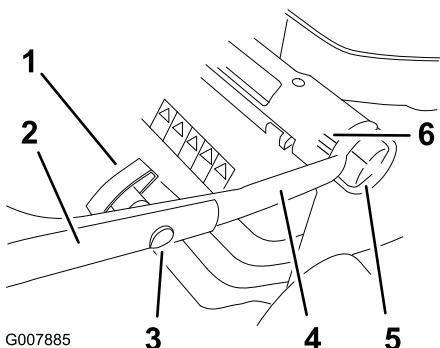

Figura 3
1. Afloje los pomos de ajuste de altura del manillar y gire el manillar inferior hacia la parte trasera del cortacésped hasta que encaje en un de los ajustes de altura del manillar, según lo indicado en Figura 3. Para ajustar la altura del manillar, consulte Ajuste de la altura del manillar.
3. Instale la sección superior del manillar en la sección inferior con los pernos de cabeza ovalada y los pomos, según lo indicado en Figura 3. **Apriete firmemente los pomos del manillar.**
Usted puede ajustar la altura del manillar a tres posiciones diferentes: alta, media y baja (Figura 3). Seleccione el ajuste de altura del manillar que le sea más cómodo.